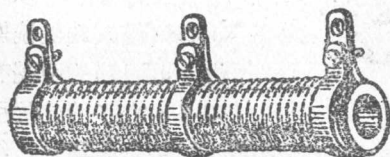

图10 綫繞电阻器
4. 綫繞电阻器 如图10所示，是在瓷管上繞一层鎳銅合金或鎳鉻合金的阻力綫。綫的两端用金屬夹子固定，并用导綫引出。綫繞电阻器的表面上涂有一层瓷漆，以保护阻力綫。綫繞电阻器的阻值及承受功率均标明在电阻器上。綫繞电阻